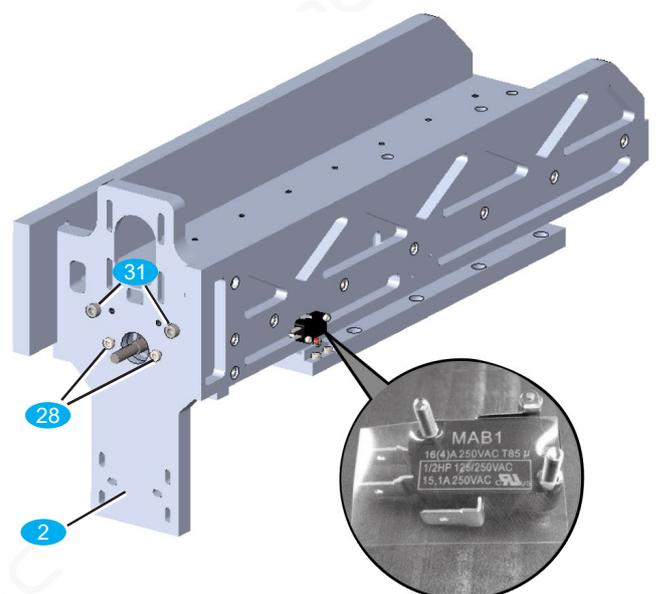

Bild 5: Montage von Motorplatte und Referenzschalter
- Beilagfolie zwischen Referenzschalter **22** und Z-Aussteifung legen und Referenzschalter wie in Bild 5 gezeigt verschrauben.